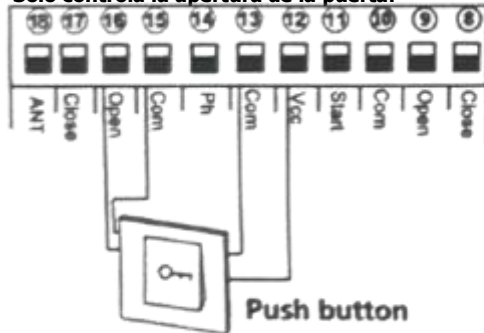

Fig 14
6.7. Conectar al dispositivo de apertura. Fig. 14